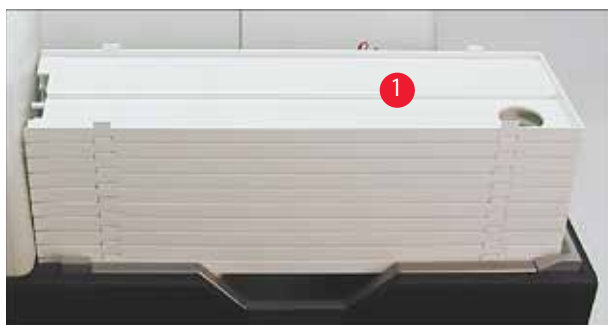

Рис. 39
1. Разместите стопку поддонов (→ "Рис. 39-1") на подъемном столе станции разгрузки (→ "Рис. 39").